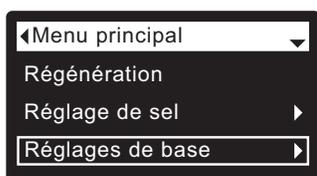

FIG. 46
1. À partir d'un écran d'état dynamique, appuyez sur le sélecteur (O) pour afficher le **Menu principal**.
2. Appuyez sur le bouton BAS (▼) pour faire défiler les options du menu et mettre en encadré **Réglages de base** (cf. Figure 46).